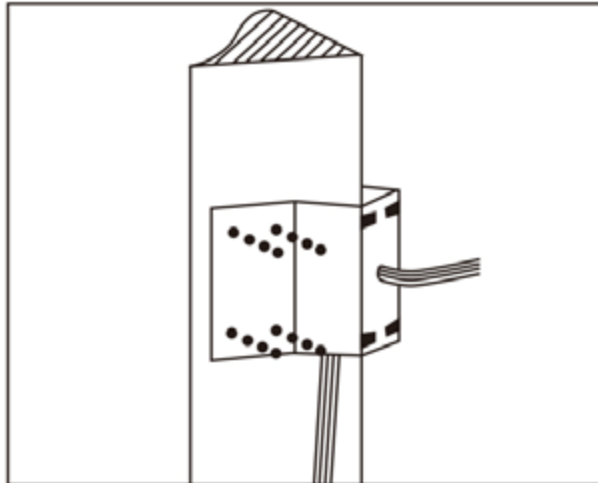

Fig. 6
b. Come mostrato in Fig. 6, fissare a muro la base della staffa per montaggio ad angolo utilizzando viti M8, passare i cablaggi attraverso il foro centrale della staffa, applicare sigillante marino e quindi la staffa. Lasciare il cablaggio alla lunghezza appropriata.